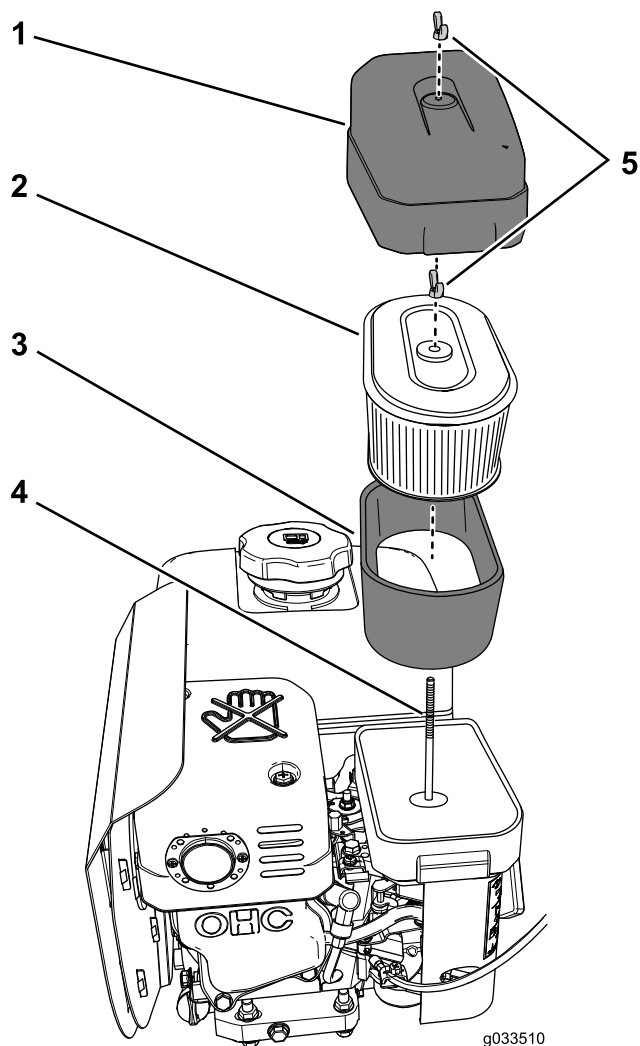

图6
2. 清洁空气滤清器的周围防止灰尘进入发动机并导致损害 图6。
3. 逆时针旋转固定空气滤清器盖的蝶型螺帽然后取下空气滤清器盖 图6。
4. 逆时针旋转固定纸质和泡沫滤芯的蝶型螺帽然后从压紧装置杆取下滤芯 图6。
5. 小心将泡沫滤芯拉出纸质滤芯 图6。
1. 检查是否存在破裂、油性薄膜或损坏 图6。
1. 小心地将泡沫滤芯滑落到纸质滤芯上 图6。
2. 将纸质滤芯顶板中的孔与化油器压紧装置杆对齐 图6。
3. 使用在 拆下泡沫和纸质滤芯 \(页码 6\) 的步骤 4 中卸下的蝶形螺帽 图6 将滤芯固定到化油器上。
4. 将空气滤清器盖中的孔与压紧装置杆对齐 图6 并用 拆下泡沫和纸质滤芯 \(页码 6\) 的步骤 3 中卸下的蝶形螺帽将滤清盖固定到装置杆上。